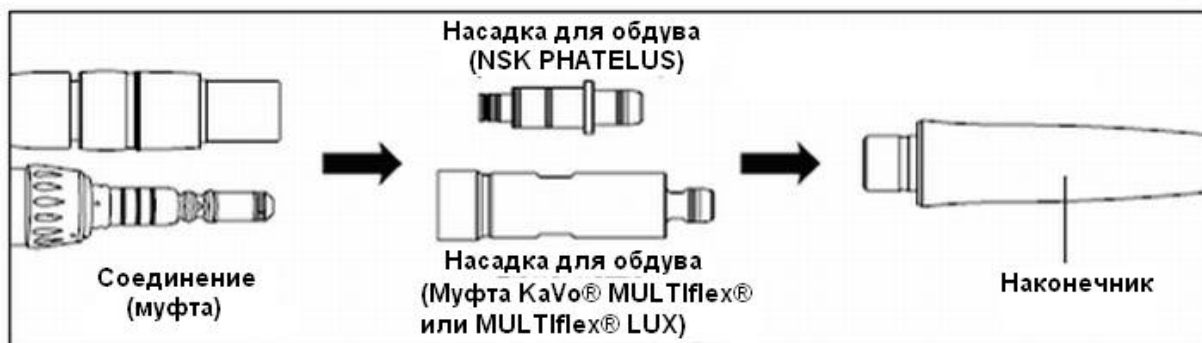

Рис. 8
4) Установите прилагающуюся насадку для обдува на муфту и подсоедините к наконечнику. Дайте устройству поработать вхолостую, без воды в течение более 5 сек., для очистки линий. (Рис. 8)